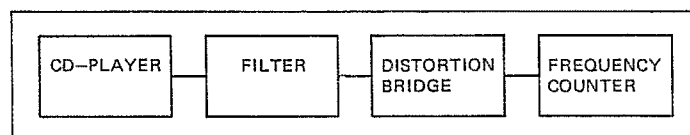

Fig. 4.20
→ Fig. 4.20
- Messaufbau nach Fig. 4.20 mit Klirrfaktor-Messfilter am Ausgang VARIABLE OUTPUT [2].